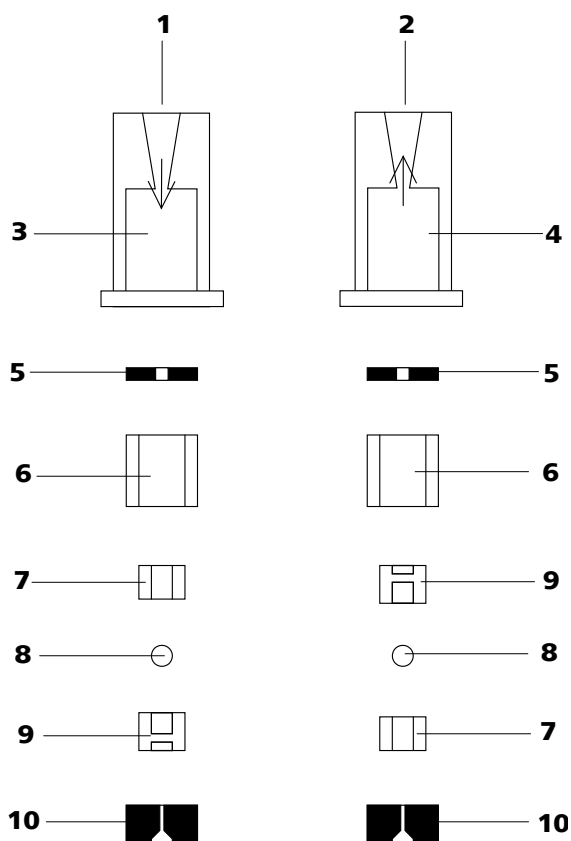

Abbildung 41 Bestandteile von Einlassventil und Auslassventil
- Einlassventil und Auslassventil bestehen aus den gleichen Bestandteilen, die nur unterschiedlich angeordnet sind (*siehe Abbildung 41, Seite 74*).
Ventilbestandteile *gemäss Abbildung 41, Seite 74* wieder zusammen-
Ist dies nicht der Fall, muss das Ventil nochmals zerlegt und richtig zusammengesetzt werden (*siehe Abbildung 41, Seite 74*).